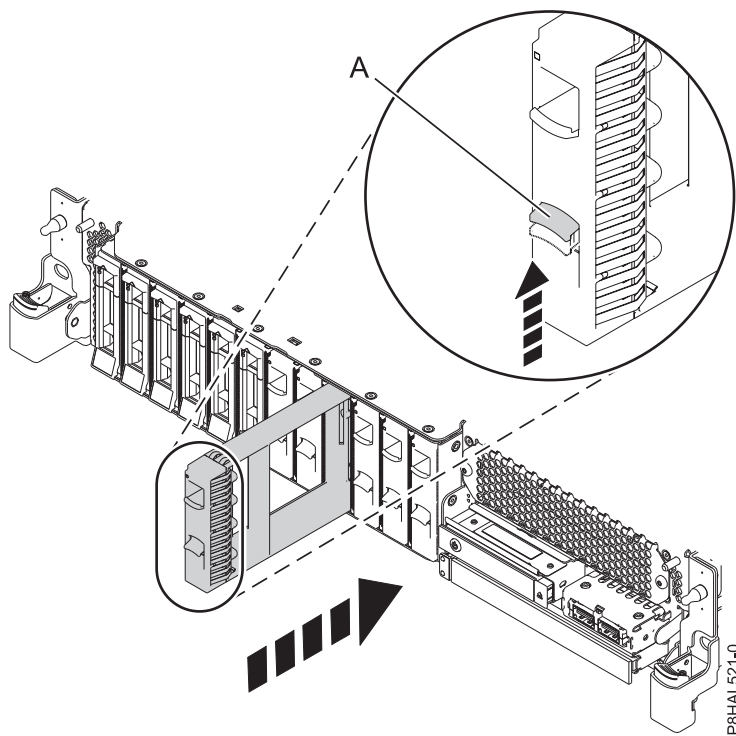
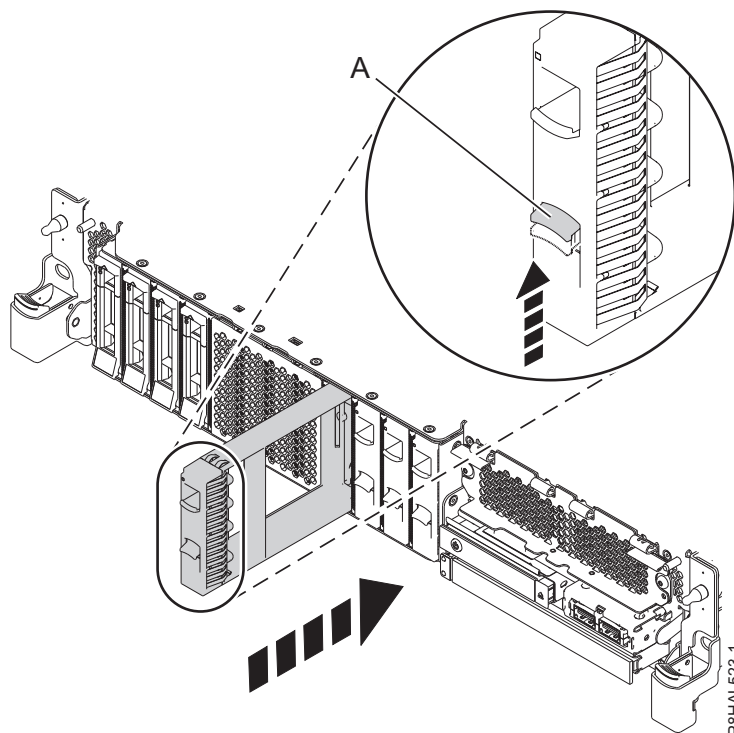

Figura 102. Instal·lació d'un panell de reblliment d'unitats de disc en un sistema
Figura 103. Instal·lació d'un panell de reblliment d'una unitat de disc en un sistema de funció expandida
2. Alineu el panell de reblliment de la unitat de disc amb la ranura de la unitat i empenyeu-lo cap al sistema (A) fins que quedi ben encaixat, tal com es mostra a Figura 102 i Figura 103 a la pàgina 103.